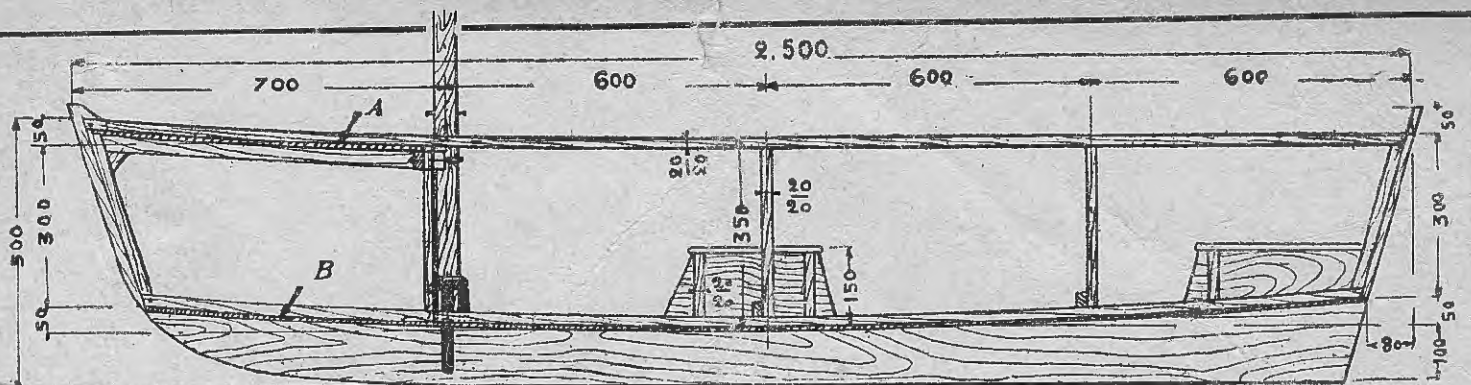

FIG. 4.
Pendant que nous y sommes, prenons d'autres lattes de 20 \times 20 mm. pour les longerons du haut. Faisons découper une planche de chêne de 30 mm. d'épaisseur suivant les dimensions données sur la figure 4, puis partons chez nous monter notre coque.
Ensuite nous clouerons, avec de solides pointes en fer, nos longerons supérieurs et longerons du bas, le tout suivant les dimensions données figure 4, qui représente notre bateau en coupe, et 5 en plan (1/2 coupe), sur les cintres I, II, III, ainsi que la planche
Sous le fond, une quille centrale (planche en bois dur), dont la figure 4 nous donne les dimensions et le profil sur la coupe, est posée toujours par le procédé « colle et clous », la colle étant, ici, remplacée par de la céruse.
Sur la figure 4, nous avons le détail (II) et la façon dont la boîte passe-essieu est faite.